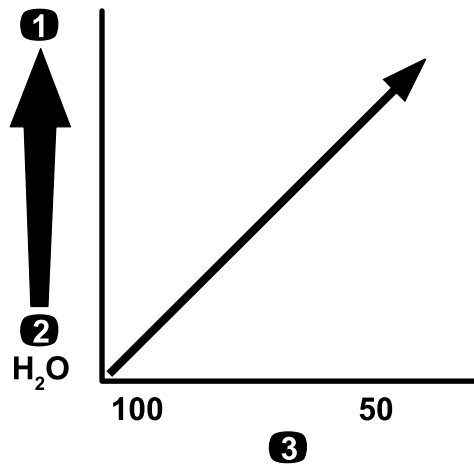

Figure 80
**Important:** Si vous pulvérisez des produits chimiques de viscosité plus élevée (plus épais) ou des solutions avec poudres mouillables, vous devrez peut-être utiliser un maillage plus grossier pour le filtre d'embout en option; voir la Figure 80.